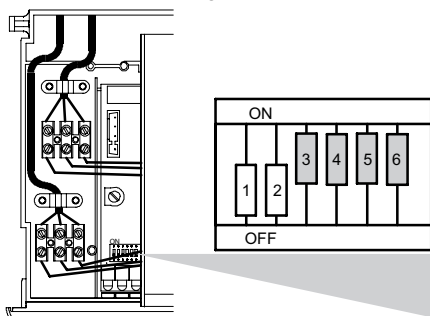

Figura 9.20
- Togliere alimentazione elettrica alla caldaia, settare i DIP switch della scheda come rappresentato in Figura 9.20